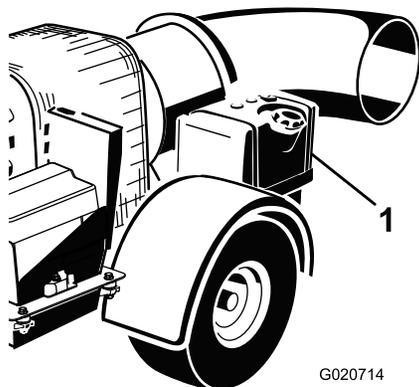

図 8
2. 燃料タンクのキャップの周囲をきれいに拭いてからキャップを取る 図 8。